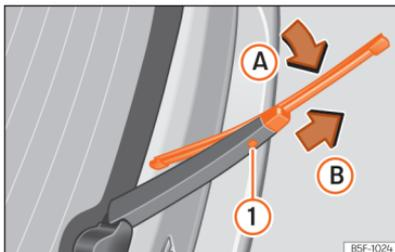

Abb. 189 Scheibenwischerblatt der Heckscheibe auswechseln.
- Das Wischerblatt leicht drehen »» (Abb. 189) (Pfeil A).
- Die Entriegelungstaste ① gedrückt halten und gleichzeitig das Scheibenwischerblatt in Pfeilrichtung B abziehen.
- Neues Heckscheibenwischerblatt **gleicher Länge und Ausführung** entgegen der Pfeilrichtung B auf den Scheibenwischerarm schieben, bis der Mechanismus ① einrastet.